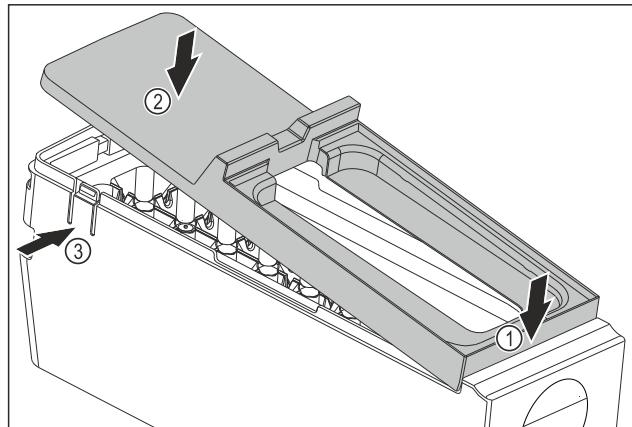

Fig. 114
- Монтаж на капака на корпуса на EasyTwist-Ice: Поставете капака отпред. Fig. 114 (1)
- Спуснете капака отзад. Fig. 114 (2)
- Капакът се фиксира с щракване в двете езичета Fig. 114 (3).